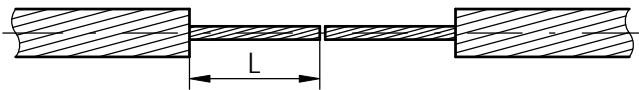

FIG 1
- 2) Remove the aluminium layers of the conductor to the length L ($\frac{1}{2}$ x length of the steel sleeve plus 15mm). Wrap the steel core (FIG. 1 & 2). If the conductor is not new, all Al wires must be cleaned individually.
- 2) Aluminium-Lagen auf die Länge L ($\frac{1}{2}$ x Stahlhülle plus 15mm) entfernen und Stahlseele abbinden (FIG. 1 & 2). Falls das Seil nicht neuwertig ist müssen alle Al-Drähte einzeln gereinigt werden.